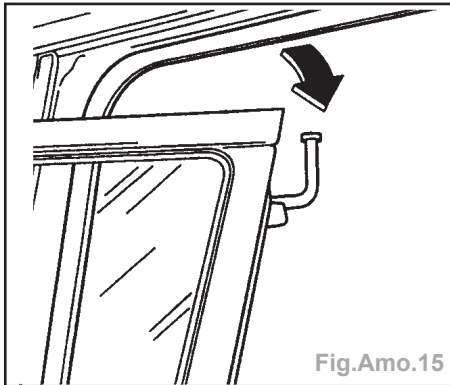

Fig.Amo.15
- Dévisser les vis à tête cruciforme (1).
- Abaisser la porte coulissante à l'avant jusqu'à ce qu'il soit possible d'extraire le guide-galet supérieur du canal de guidage (Fig.Amo.15).